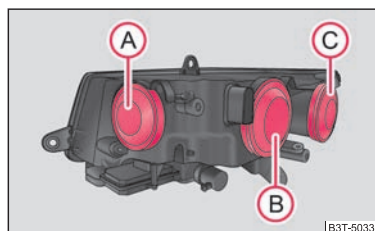

Fig. 210 Farurile din față: Poziția becurilor
Poziția becurilor în farurile din față ⇒ fig. 210.
- Scoateți capacul de protecție Ⓐ ⇒ fig. 210.
- Scoateți capacul de protecție **A** ⇒ pagina 250, fig. 210.
- Scoateți capacul de protecție **B** ⇒ pagina 250, fig. 210.